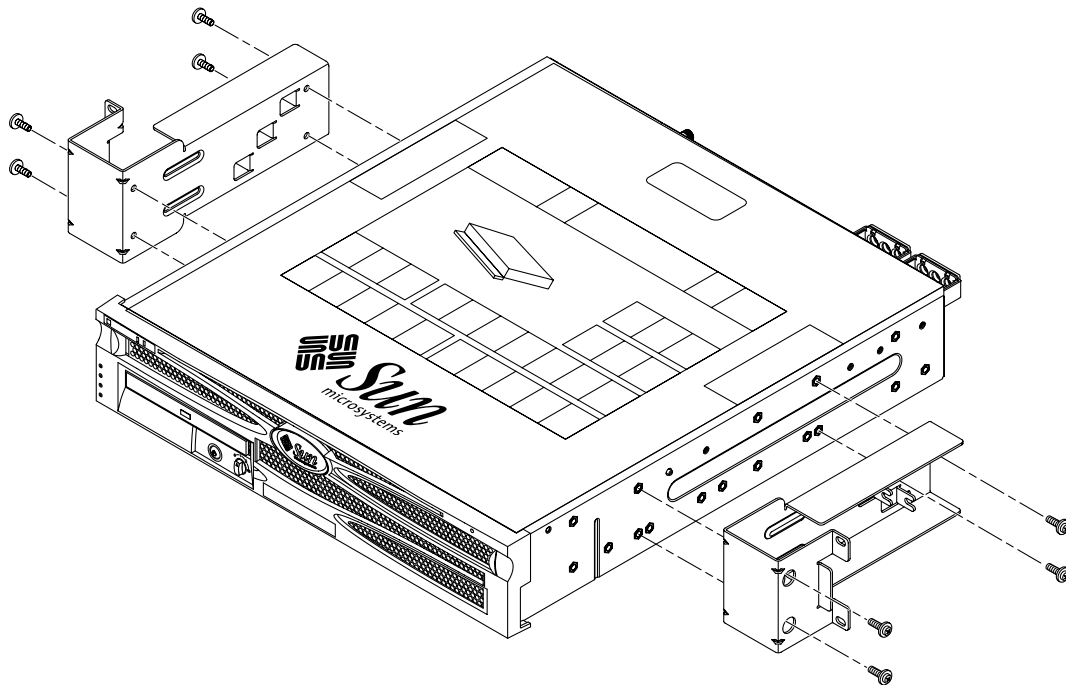

ABBILDUNG 3-24 Befestigen der Seitenwinkel seitlich am Server
2. Befestigen Sie unter Verwendung von acht der M5 x 10-Kombi-Schrauben (vier pro Seitenwinkel) die Seitenwinkel seitlich am Server (ABBILDUNG 3-24).